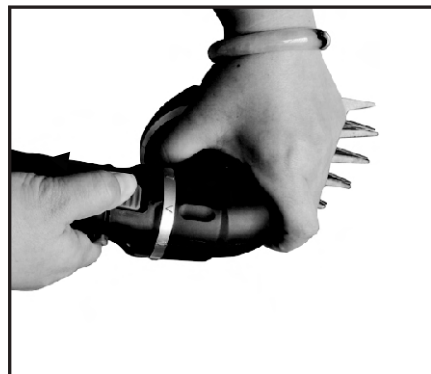

Fig. 12
- 1) Empuje el botón del mango giratorio (3) hacia atrás.
- 2) Gire el cabezal de corte hacia la posición deseada. (Fig. 12)